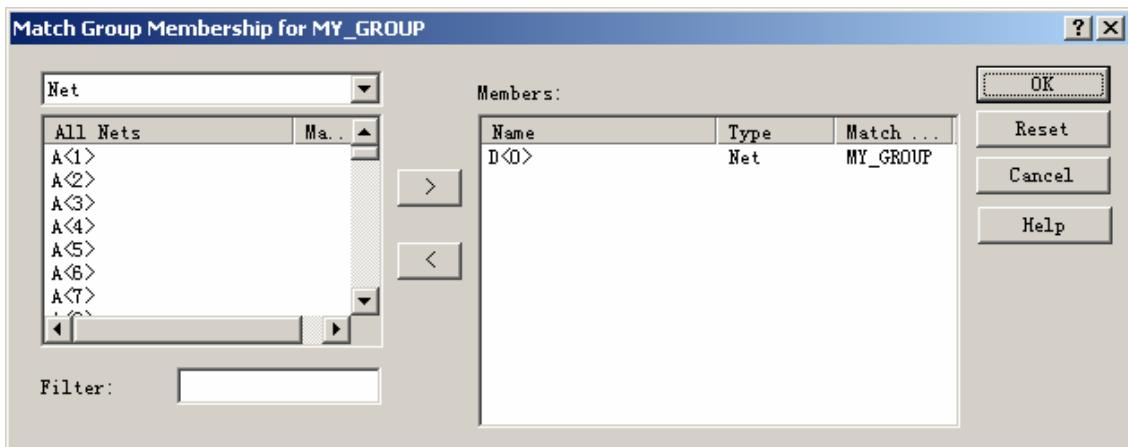

图 3-5 【Match Group Membership for MY_GROUP】对话框
8. 在约束管理器界面，右键点击“MY_GROUP”，在弹出菜单选择【Membership】/【Match Group】，进入【Match Group Membership for MY_GROUP】对话框，请见图 3-5。